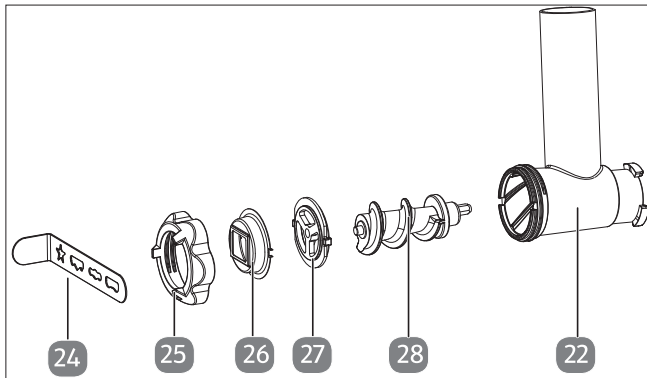

Abb. 21 – Zubehöreile Spritzgebäck
1. Für das Herstellen von Spritzgebäck aus Plätzchenteig montieren Sie den Halter und die Spritzgebäckschablone sowie die Schneckenführung in der Reihenfolge wie dargestellt (siehe Abb. 21).